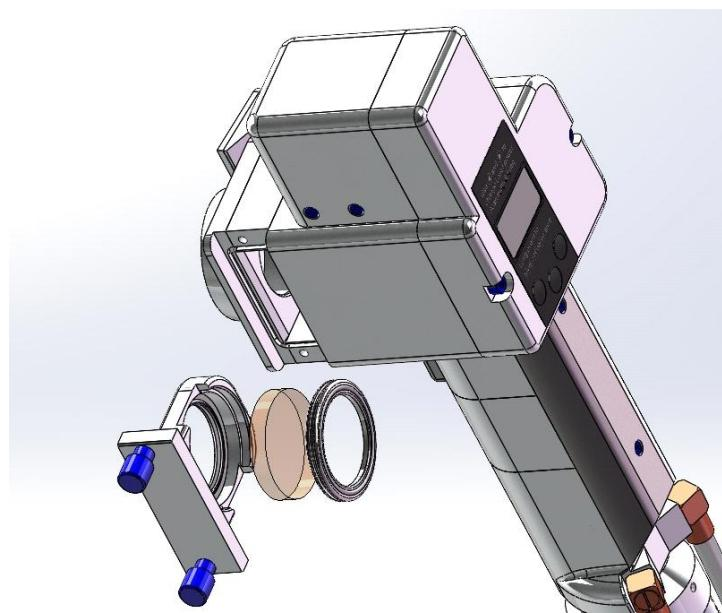

图 12 HC210 保护镜片拆分示意图
- (1) 如图 12，手拧松开松不脱螺钉；
- (2) 抽出保护镜抽屉，取下保护镜压盖，拿出 D30X5 保护镜；
- (3) 清洁 D30X5 保护镜片；
- (4) 将擦拭干净（或更换）的镜片（不分正反面）安装好；
- (5) 装回保护镜压盖、装回保护镜抽屉，拧紧松不脱螺钉；